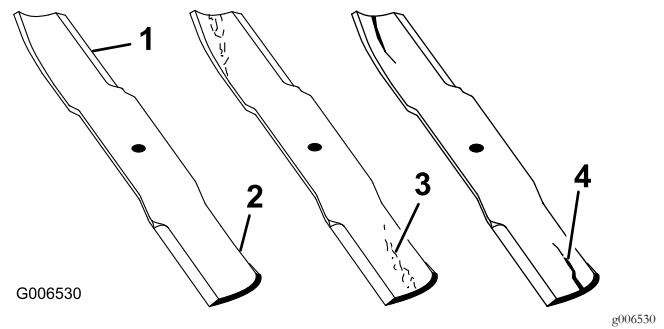

Figura 86
1. Inspeccione los filos de corte (Figura 86).
2. Inspeccione las cuchillas, especialmente la parte curva (Figura 86).
Si observa daños, desgaste o la formación de una ranura en esta zona (Figura 86), instale inmediatamente una cuchilla nueva.